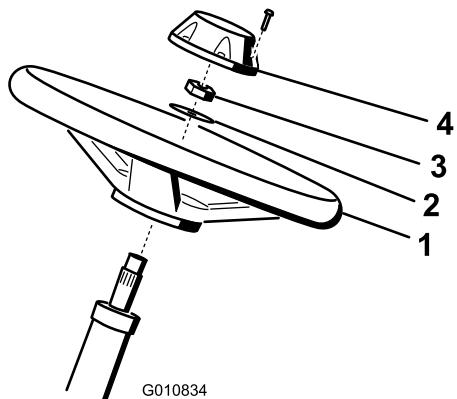

図 5
- ハンドルをステアリングシャフトにはめ込む(図 5)。
- ワッシャをステアリングシャフトにはめ込む図 5。
- ジャムナットでハンドルを固定し、2735 N.m にトルク締めする図 5。
- キャップを取り付け、ねじで固定する図 5。